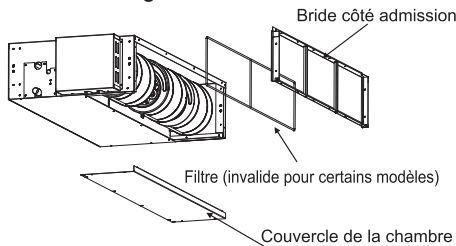

Fig. 3.1.2
- (1) Retirez la bride du côté admission, puis retirez le couvercle de l'armoire. Reportez-vous à la Fig. 3.1.2 pour les instructions.